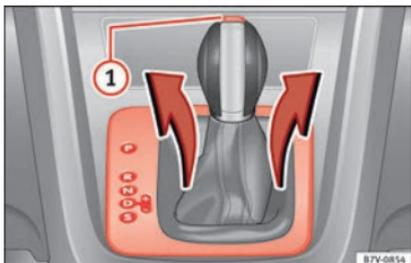

Fig. 49 Desmontar o revestimento do campo de indicação das mudanças.
- Puxar para cima a cobertura pela zona do guarda-pó da alavanca seletora » **Fig. 49**.
- Pressione o botão de bloqueio » **Fig. 49** **1** no punho da alavanca seletora e coloque a alavanca na posição **N**.